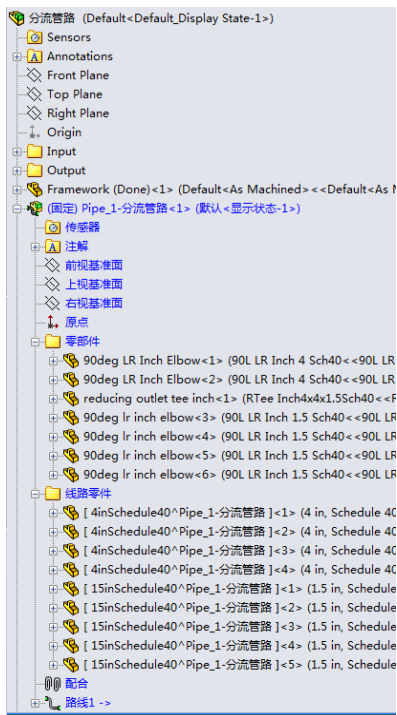

图 18-98 设计树
⑨ 在设计树中，新 T 形管和 4 个弯管出现在零部件“ 零部件”中，新管道零件出现在线路零件“ 零部件”中。最终的设计树如图 18-98 所示。